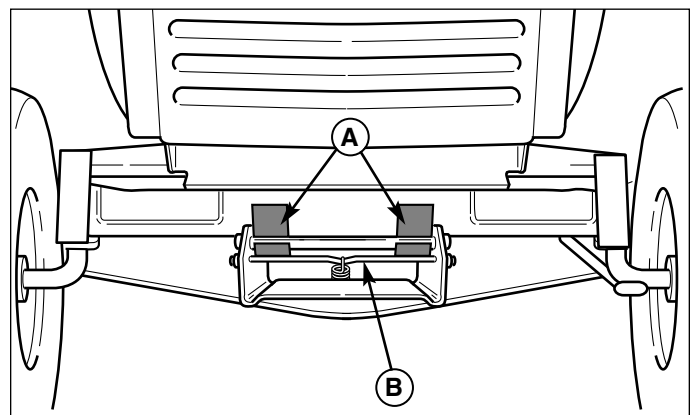

Figure 6. Attache du carter de coupe
6. Orienter les roues droit vers l'avant. Tirer sur le levier à ressort (B, Figure 6) et lever l'attache du carter hors des supports du tracteur.
3. Orienter les roues droit vers l'avant. Tirer le levier à ressort (B, Figure 6) tout en soulevant le carter de coupe au niveau de son attache. Poser l'attache du carter dans les supports (A) de fixation du tracteur. Lorsque la pose est correcte, le levier à ressort doit appuyer complètement contre le dessous des supports.